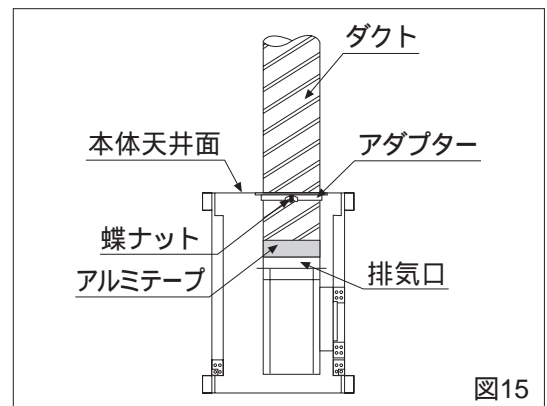

図15
(3) ダクトの接続
- ① 風漏れ防止の為、排気口と排気ダクトをアルミテープにてテーピングしてください。
- ② アダプターの蝶ナットを締め直して、しっかりと固定してください。(図15)